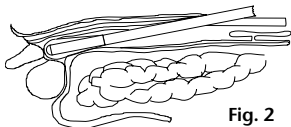
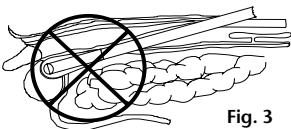

Fig. 2
Fig. 3
3. Haga avanzar el sistema de balón de dilatación (bilateral) hasta alcanzar la correspondiente posición en el espacio extraperitoneal. (Fig. 2) Es extremadamente importante no introducir el instrumento en exceso y no aplicar presión sobre el balón, de modo que no se produzcan lesiones en los órganos o estructuras adyacentes, como, por ejemplo, en la vejiga. (Fig. 3)